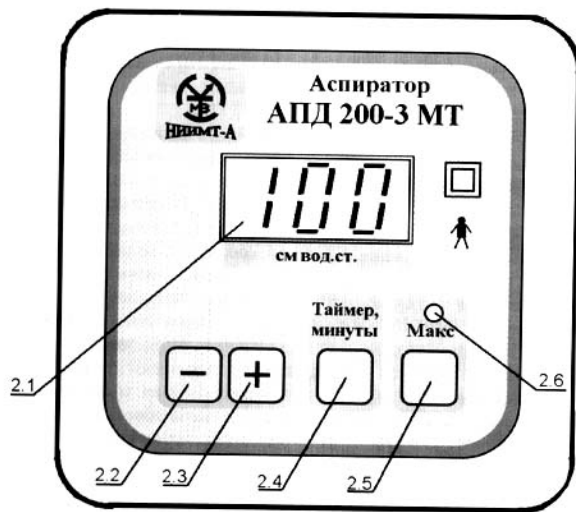

Рисунок 2 - Внешний вид крышки вакуумной установки
1.4.1.7 На крышке корпуса ВУ (рисунок 2) расположены:
2.4.1 Кнопки управления и индикация ВУ расположены на лицевой панели (крышки), рисунок 2. Нажатие кнопок сопровождается коротким звуковым сигналом.